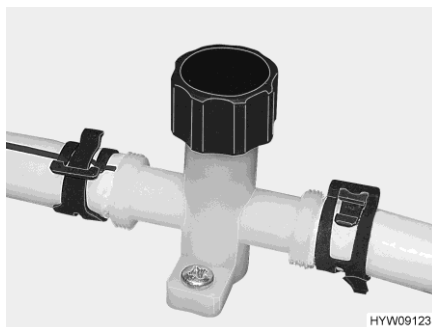
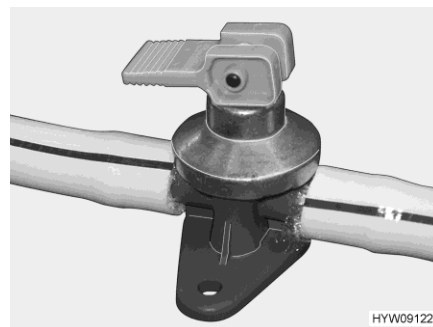

Fig. 119 Rubinetto di scarico (tubatura dell'acqua)
Fig. 120 Rubinetto di scarico (boiler Alde)
- Chiudere i rubinetti di scarico. Ruotare i coperchi (Fig. 119) in senso orario e posizionare la leva a bilanciere (Fig. 120) in posizione orizzontale.
- Aprire i rubinetti di scarico. A questo scopo, ruotare il coperchio (Fig. 119) in senso antiorario e posizionare verticalmente la leva a bilanciere (Fig. 120).